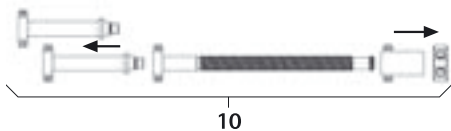

Abb. 5
- Spindeldistraktor 10 demontieren, siehe Abb. 5.